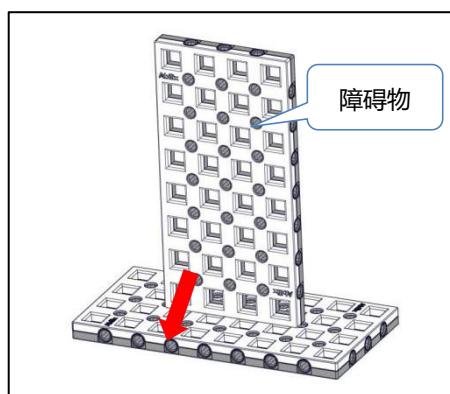

图 4-3-1 初始状态
4.3.1 障碍检测模型的初始位置为一层固定位置，方向和位置都是固定的，红色箭头为模型的正面朝向，如图 4-3-1 所示；